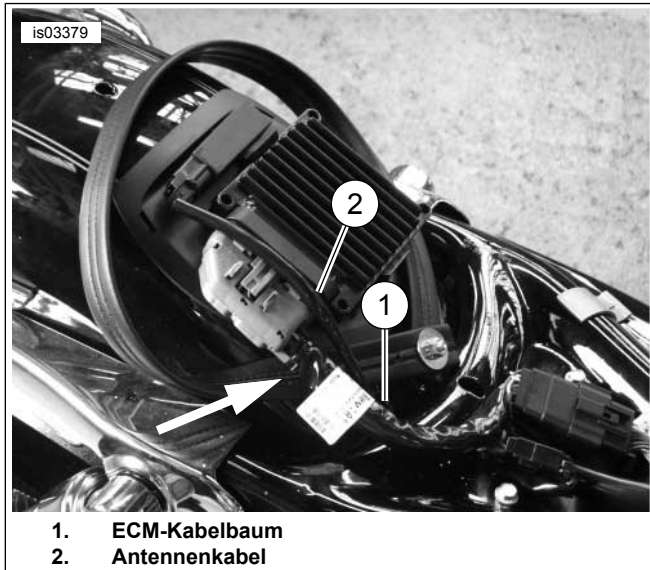

Abbildung 5. Verlegung des Halteriememens unter den Kabeln (2007 bis 2009)
2. Siehe Abbildung 5. Modelle von 2007 bis 2009: Halteriememen unter dem ECM-Kabelbaum (1) und Antennenkabel (2) verlegen. Es ist wichtig, dass der Halteriememen **unter** dem Kabelbaum und dem Antennenkabel verlegt wird, um die Verkabelung nicht zu behindern. Falls der Halteriememen oberhalb der Kabel verlegt wird, kann es beim eingebauten Sitz zu unzulässigem Kontakt kommen. *Alle anderen Modelle:* Den Halteriememen in einer Schleife um die Oberseite des Hinterradschutzblechs verlegen.